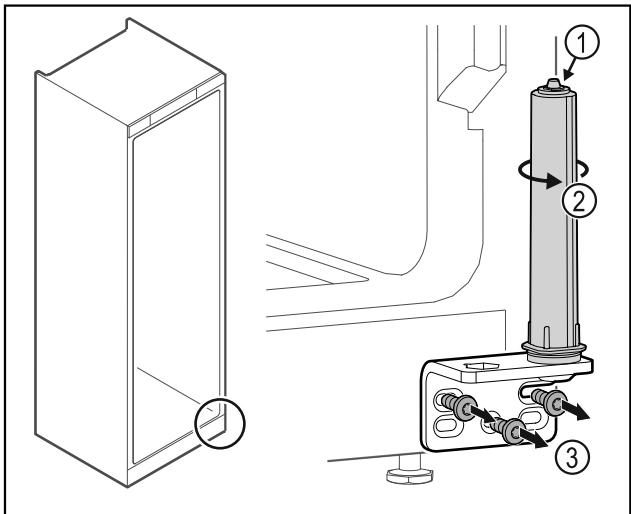

Fig. 51
- ▶ 转动关门系统 Fig. 51 (2), 直至听到咔嚓声。
- ▶ 拧下合页角铁 Fig. 51 (3)。
- ▶ 请勿拆解关门系统 Fig. 51 (1)。